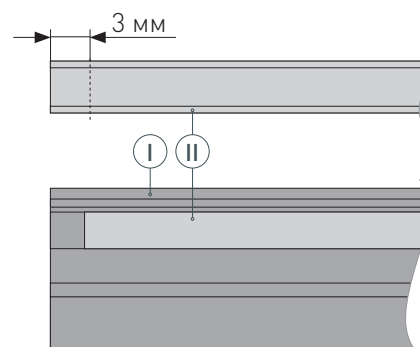

Рис. 2. Установка экрана ② на профиль ①, вид сверху
- 3** / Обрежьте экран ② на 3 мм с каждой стороны для последующей установки заглушки. **ВНИМАНИЕ! Чтобы обеспечить чистый и ровный рез экрана без повреждений, рекомендуется использовать при нарезке кусачки.** Установите экран ② на профиль ①, как показано на рис. 2.